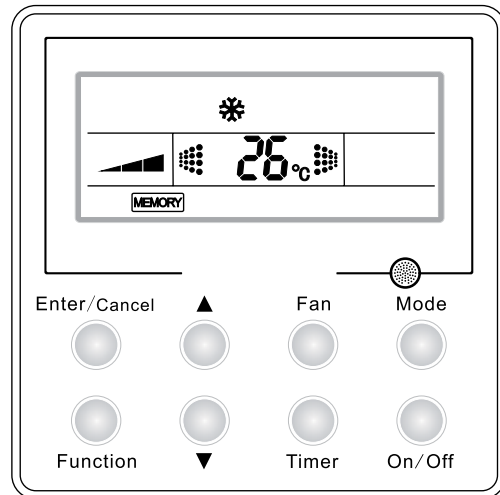

Abb. 6: EIN-Zustand
- Das Bild 6 zeigt den EIN-Zustand des Gerätes bei angeschlossener Stromversorgung.